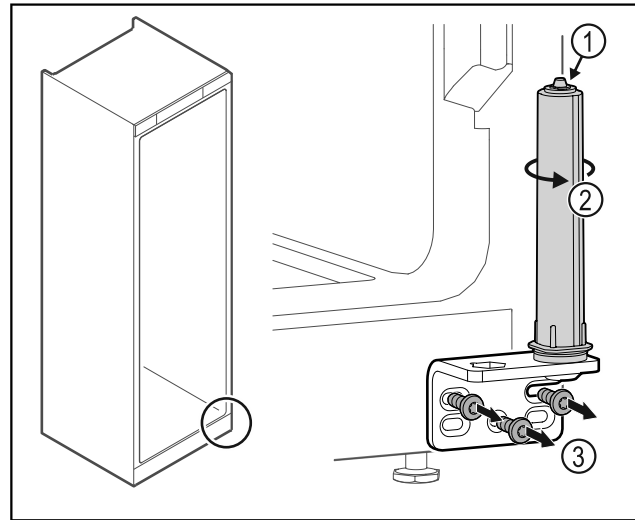

Fig. 34
- ▶ Dørlukkesystemet må ikke tas fra hverandre Fig. 34 (1).
- ▶ Drei på lukkesystemet Fig. 34 (2) til det sier klink.
- ▶ Skru av hengselvinkelen Fig. 34 (3).